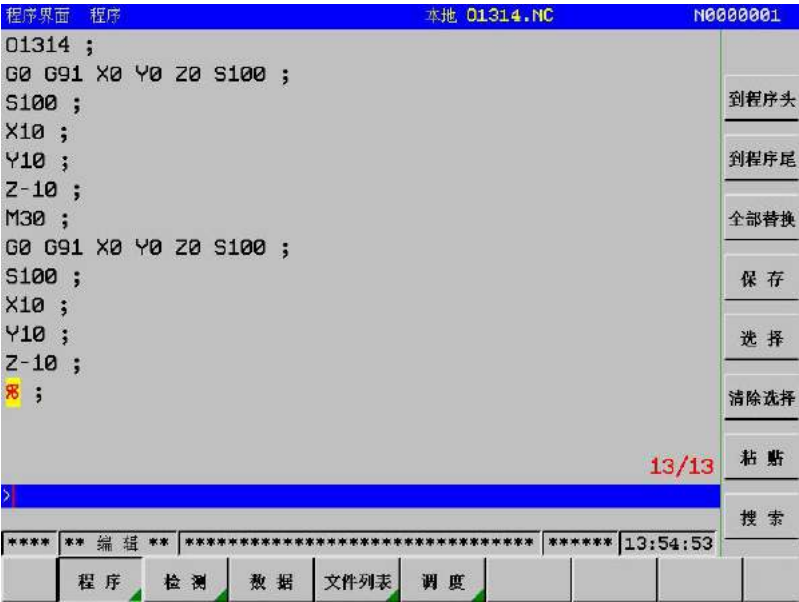

图3-2-29
- (4) 按子软键 **复制**，移动光标，再按子软键 **粘贴**，复制好的内容就会粘贴在光标所在行的前一行，复制程序步骤完成，如图 3-2-29 所示。